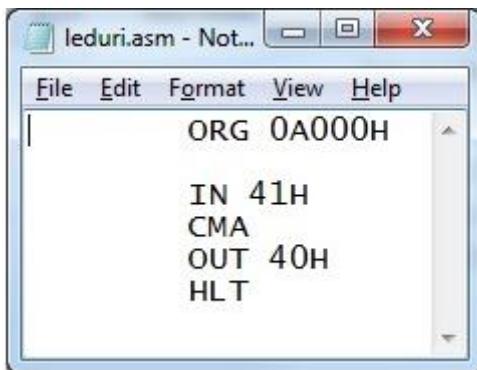
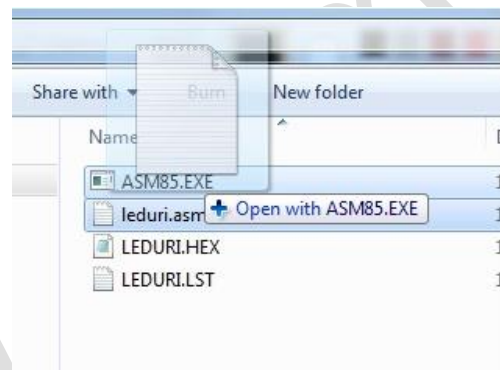
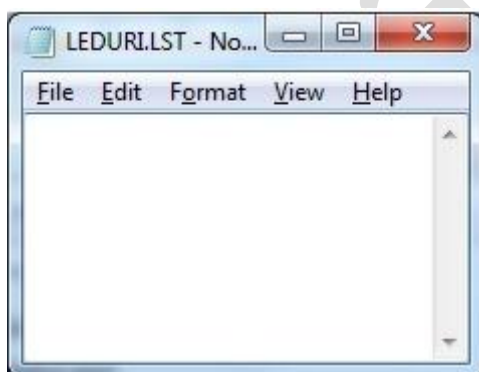

Figura 8. Fișierul leduri.asm
Figura 9. Execuția
Figura 10. Fișierul ce conține erorile
- 9.3. Să se creeze pe desktop un folder cu numele grupei **110xA/B**. În folderul respectiv să se copie executabilul **ASM85.exe**. Să se creeze un document text nou în care să se scrie următoarele instrucțiuni precizate în figura 8. Să se salveze documentul respectiv cu Save as, All files, cu numele **leduri.asm**. Apoi, folosind “drag and drop” să se execute fișierul **leduri.asm** în **ASM85.exe** similar ca în figura 9.
Se vor genera două noi fișiere ce pot fi observate în figura 9. Fișierul **leduri.lst** va conține lista cu erorile apărute la execuție. Dacă fișierul respectiv este gol ca în figura 10, atunci nu există nici o eroare. Fișierul **leduri.hex** va putea fi încărcat în memorie.